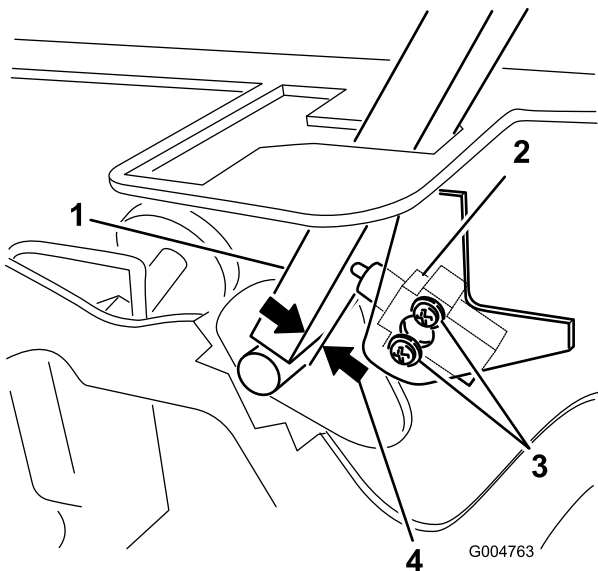

図 61
3. インタロックスイッチを固定しているネジ2本を取り外す(図 61)。
バーとスイッチのボディーとの距離が 0.4~1 mm になるように調整する(図 61)。